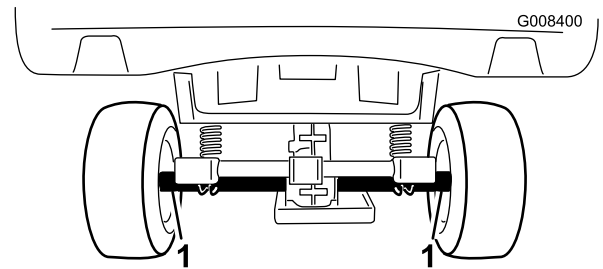
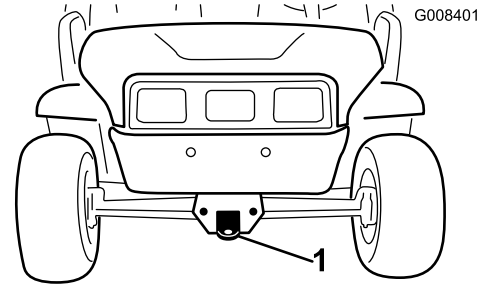

Figura 21
Figura 22
Utilice un remolque para mover la máquina a gran distancia. Asegúrese de que la máquina está firmemente amarrada al remolque. Consulte en Figura 21 y Figura 22 la ubicación de los puntos de amarre de la máquina.
2. Conecte un cable de remolque al punto de remolque, en la parte delantera del bastidor de la máquina (Figura 22).